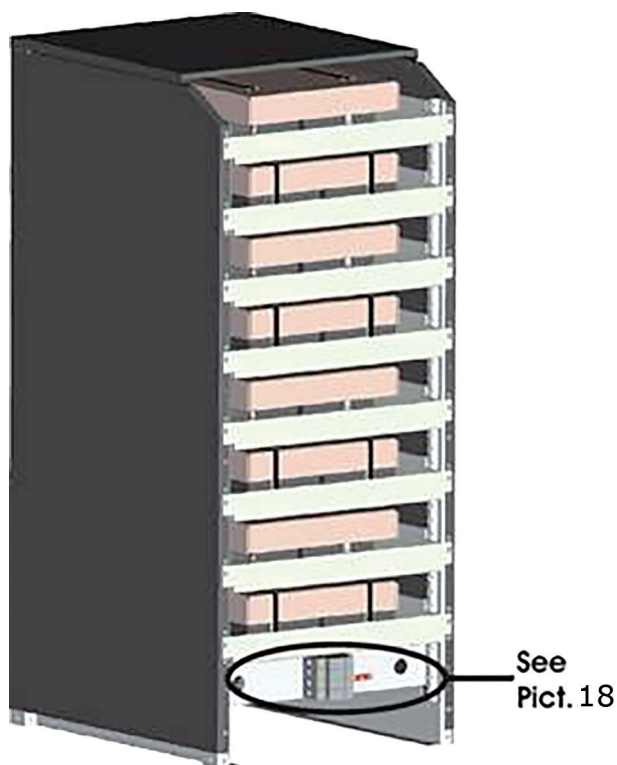

Рисунок 15 – Защитная крышка 7Ач/9Ач/12Ач
- 2) Снимите картонную защитную крышку от батарей, смотри рисунок 15.